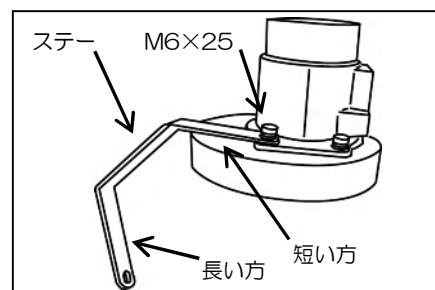

図3
- ①アダプター、エアフロアダプターを付属のボルトを使用して組み立てます。この時、付属のM4ビス、M4スペーサーを使用してエアフロセンサをエアフロアダプターに取り付けて下さい。(図3、4参照) ※ステーの取り付け向きに注意してください。